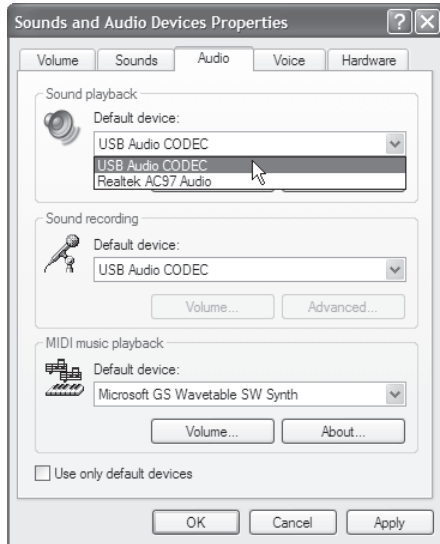

Abb. 6
5. Um die L-Serie als standard Eingabe-/Ausgabegerät nutzen zu können (für Systemsounds und Programme, wie Sound Recorder), muss sie im Audio-Register für die Wiedergabe und Aufnahme gewählt sein (Abb. 6).